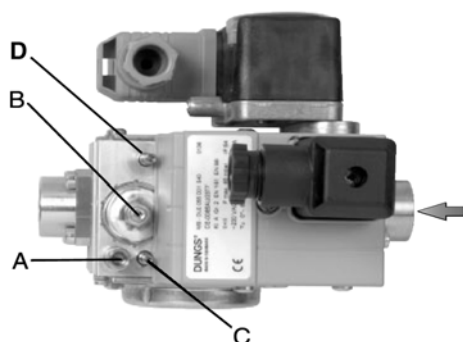

Рис. 8
1. отвинтить винт **А** (Рис. 8) забора давления и подсоединить манометр;
2. установить на минимальное значение регулятор давления, поворачивая регулировочный винт **В** (Рис. 8) против часовой стрелки;
4. отрегулировать пламя на фазе розжига, используя байпас **С** (см. Рис. 8 п.10). При вращении по часовой стрелке расход газа уменьшается, а против часовой стрелки - увеличивается. Рекомендуется не увеличивать сильно расход при розжиге, чтобы не влиять на эффективную работу стабилизатора **В** (Рис. 8).
Воздействовать на регулятор давления до тех пор, пока не получите желаемый расход, с помощью регулировочного винта **В** (Рис. 8): для увеличения расхода крутите винт по часовой стрелке, для его уменьшения - против часовой стрелки.
Регулировочный клапан D редуктора основного количества газа на заводе - изготовителе оставляется в полностью открытом состоянии: его положение не должно НИКОГДА изменяться! После выполнения всех настроек, закрутить стопорный винт **А** (Рис. 8) в отверстие для измерительного прибора.